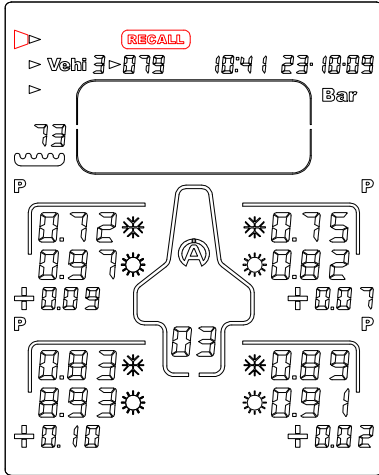

Figure 8
- 1) A l'aide des boutons  , sélectionnez l'icône « **RECALL** » (*figure 8*)